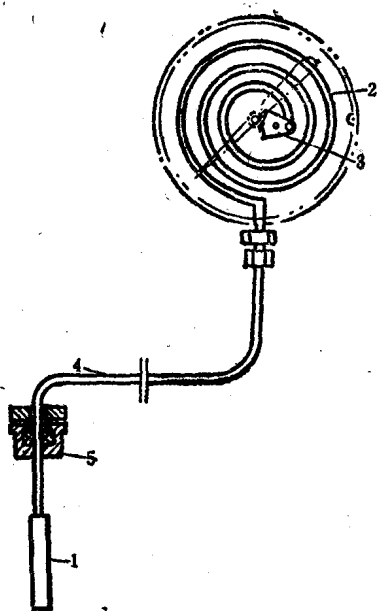

图 1-4 压力式温度计示意图
2. 压力式温度计(见图1-4) 这种温度计的温包受热时, 测温系统中的碳氢化合物溶液的体积便膨胀, 并产生压力, 迫使弹簧自由端带动杠杆和扇形齿轮, 使指针转动, 从而将被测的温度值在刻度盘上指示出来。压力式测温范围为 $-50 \sim +550^{\circ}\text{C}$ 。这种温度计机械强度高, 不怕振动, 可装在